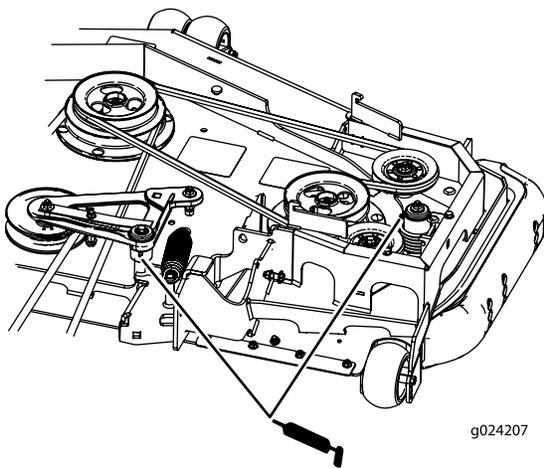

Figure 39
4. Graissez le bras de la poulie de tension de la courroie du tablier de coupe (Figure 39).